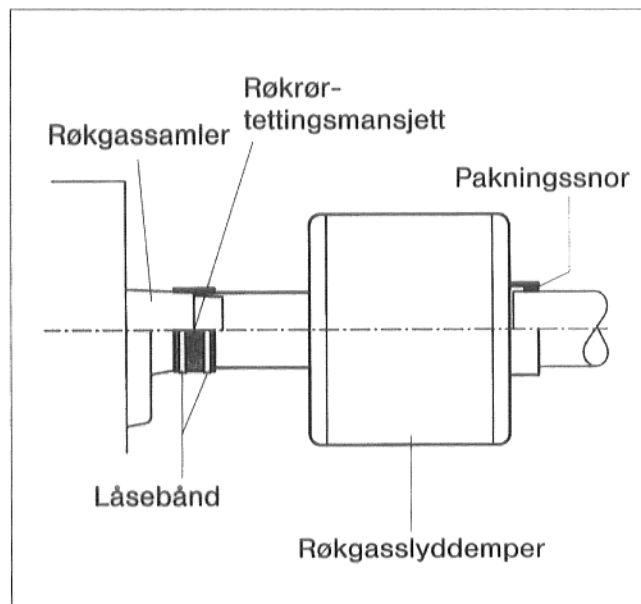

Fig. 2
- Skyv ett låsebånd over røkgassamleren og ett over den lange rørstussen på røkgasslyddemperen (fig. 2).
- Den lange rørstussen på røkgasslyddemperen skyves over røkgassamleren frem til anslaget (fig. 2).
- Røkrør-tetningsmansjetten legges med overlapping over fugen mellom røkgassamler og rørstussen til røkgasslyddemperen (overlapping oppe). Det sorte overflatesjiktet må peke utover (fig. 2).
- Skyv nå låsebåndet over røkrør-tetningsmansjetten. Et låsebånd må trykkes mot stussen til røkgassamleren og det andre må trykkes mot rørstussen til røkgasslyddemperen (fig. 2).
- Påfølgende røkgassrør skyves inn i den frie rørstussen til røkgasslyddemperen (fig. 2).
- Fugen mellom røkgassrør og rørstuss på røkgasslyddemperen tettes bakfra med vedlagt pakningssnor (fig. 2).